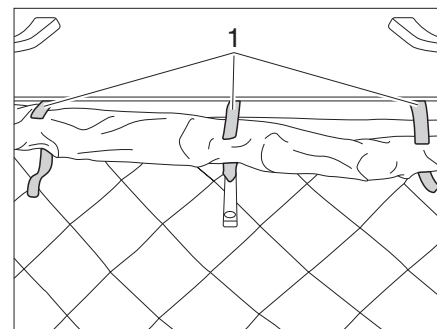

Figure 17 Ouvrir les bandes Velcro
- Ouvrir trois bandes Velcro (Figure 17,1) du soufflet en tissu.
- Enrouler soigneusement le soufflet en tissu dans la zone du verrouillage et le fixer avec trois bandes Velcro (Figure 17,1).